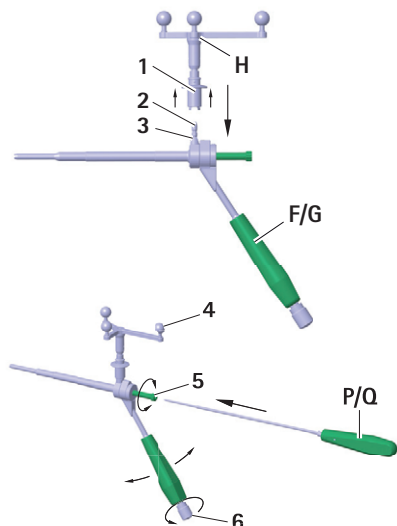

Рис. 2 Монтаж звездчатого блока Aescular на направлятеле сверла S⁴C FW664R/FW665R
- ▶ Для обеспечения беспрепятственной визуализации камерой отражающих маркерных шариков, отвинтить ручку 6 на рукоятке S⁴C направлятеля сверла S⁴C F/G и повернуть блок управления Aescular H в нужное положение, см. Рис. 2.
- ▶ Для обеспечения беспрепятственной визуализации камерой отражающих маркерных шариков, отвинтить ручку 6 на рукоятке направлятеля сверла S⁴C F/G и повернуть блок управления Aescular H в нужное положение, см. Рис. 2.